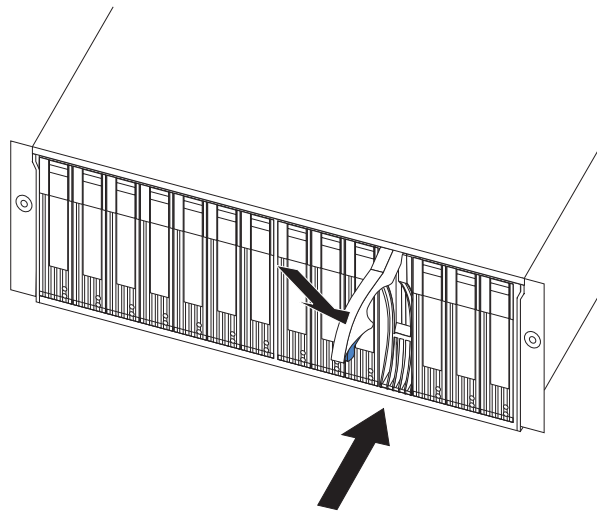

Figura 38. Cierre del asa de la bandeja de la unidad de disco duro de intercambio dinámico
- d. Presione el asa de la bandeja hasta la posición cerrada (pestillo cerrado), tal como se muestra en la Figura 38.